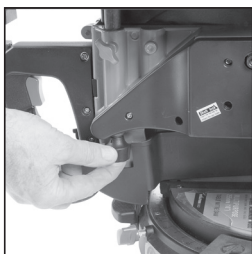

FIG. 18
- Draai de hoogteafstellingsschroef (**Fig. 18**) naar rechts of naar links tot het zaagblad met de gewenste hoeveelheid door de tafel uitsteekt.